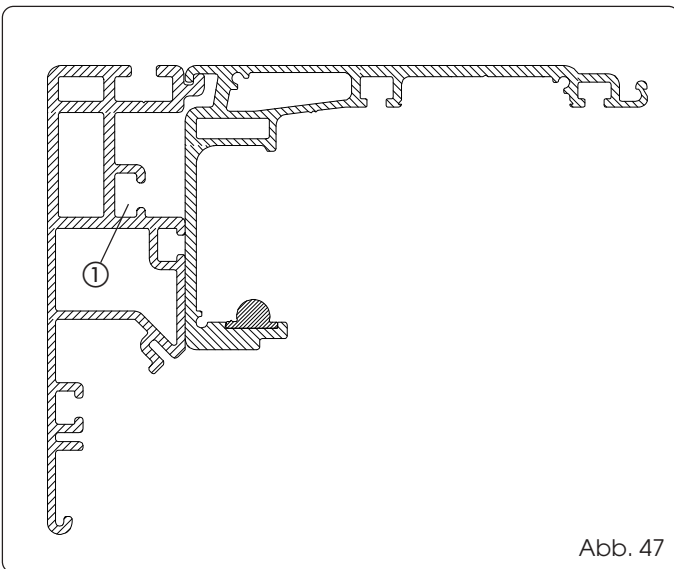
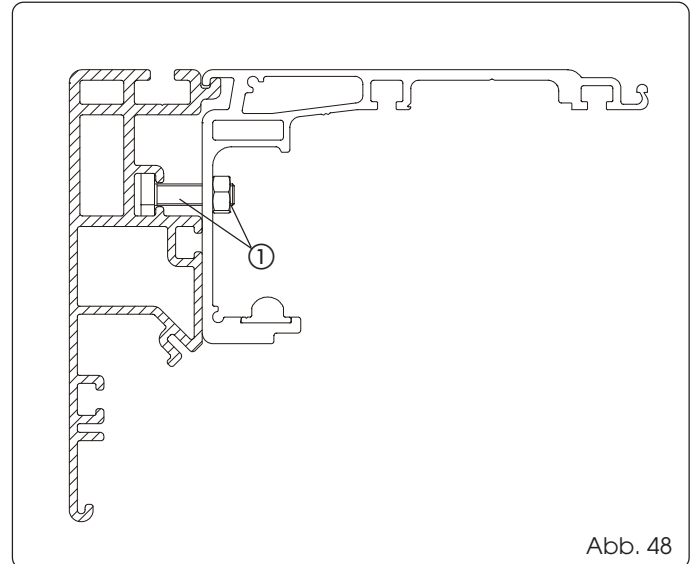

Abb. 47
Abb. 48
Die entsprechenden Zugschrauben M8 (die Anzahl der Zugschrauben hängt von der Länge des Querträgers ab) in das entsprechende Langloch des selbsttragenden Profils einsetzen (Abb. 47 Bez. ①).
Das Stützprofil an das selbsttragende Profil anhängen (Abb. 47) und mit Hilfe der Zugschrauben und der Muttern an den waagrechten Langlöchern auf dem Stützprofil zusammenbauen (Abb. 48 Bez. ①).